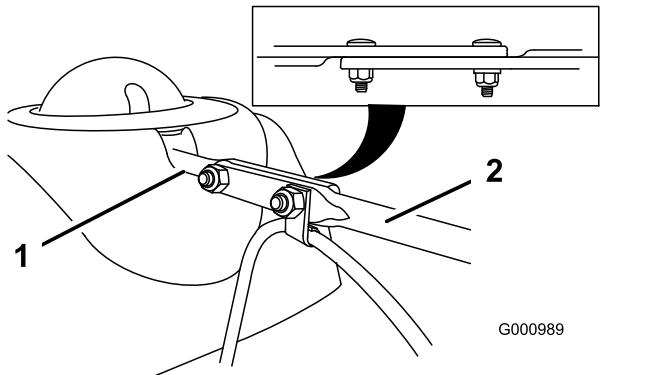

Figure 10
- Alignez l'extrémité plate arrière de la longue tige d'orientation de la goulotte sur l'extrémité plate avant de la tige courte qui part du panneau de commande de façon à les engager l'une dans l'autre (Figure 10).